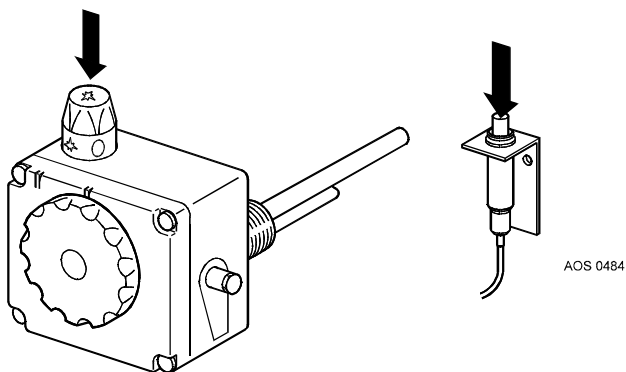

Figure 5- Maniement du bloc gaz.
3. Tenez le bouton de commande enfoncé pendant que vous enfoncez plusieurs fois l'allumeur piézométrique jusqu'à ce que la veilleuse s'allume (cf. figure 5).